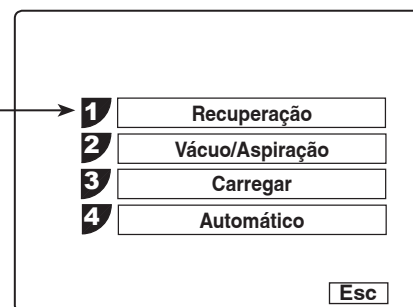

Figura 7
4. Selecciona a função **RECUPERAR** pressionando o botão Recuperar no painel de controlo ou seleccionando Recuperar do menu RRR, conforme mostrado na Figura 7.